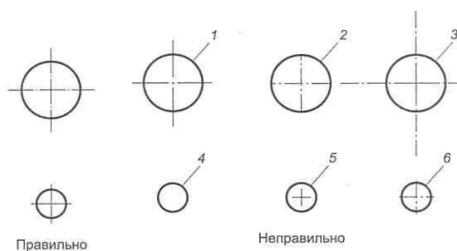

Рис. 42
4. На рис. 42 даны варианты правильного и неправильного проведения центральных линий окружностей. Какие ошибки допущены в шести неправильно выполненных окружностях?